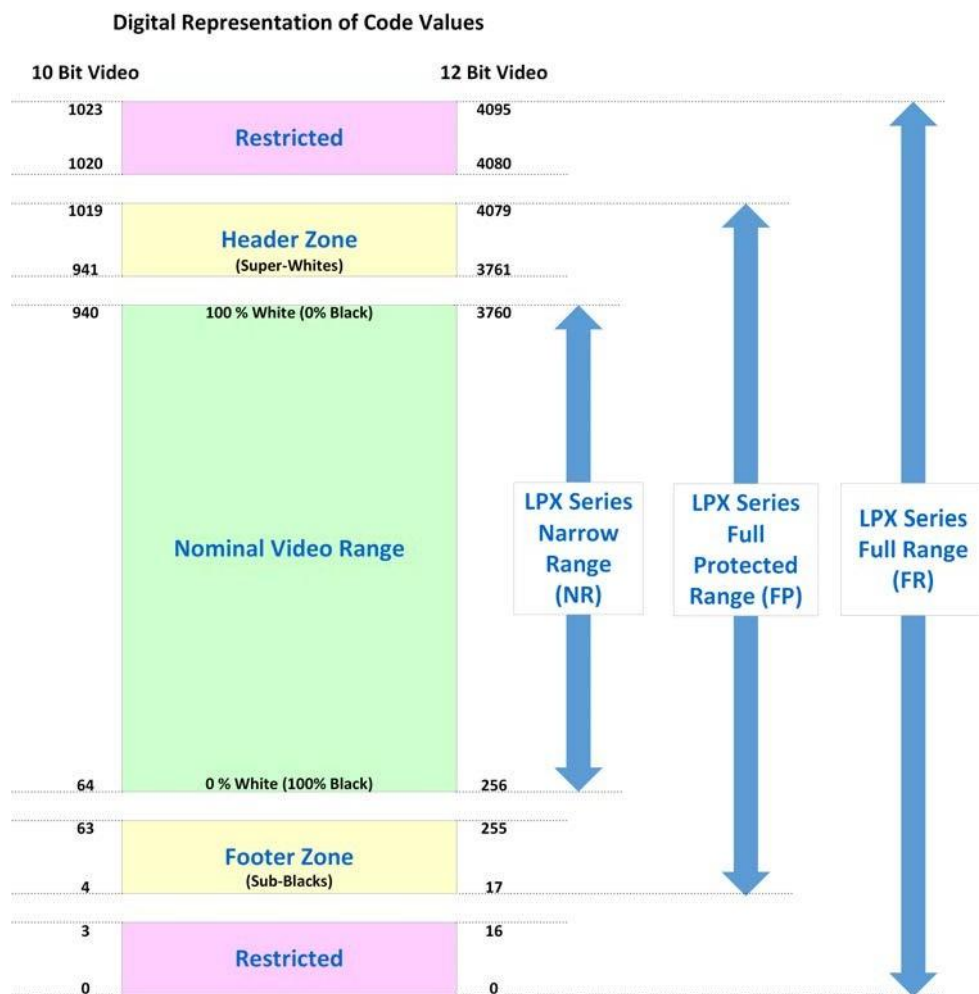

図6-1: 代表的なビデオコード値と対応するLPX範囲定義
の横にそれぞれFRまたはFPが表示されます (図6-1参照)。FRまたはFPのいずれも表示されない場合、生成される規格は狭範囲規格です。
- オプションメニューを開き (図6-1参照)、「ビデオジェネレータ...」を選択するか、